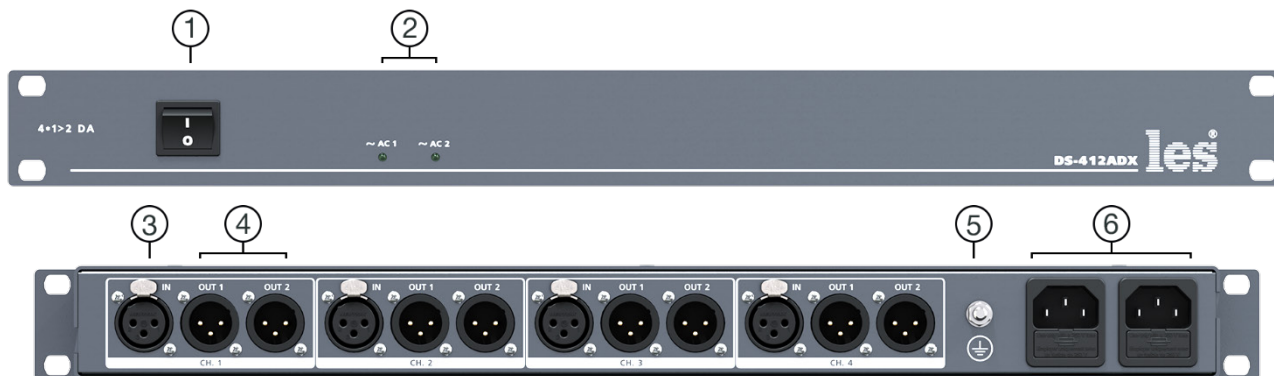

Рисунок 1
2. Подключите клемму заземления, расположенную на задней стенке, к общей шине заземления (рисунок 1, позиция 5).
5. Подключите шнуры питания к разъёмам IEC C14 (рисунок 1, позиция 6). Обратите внимание на то, что третий провод сетевого шнура используется для заземления корпуса (защитное заземление), которое рекомендуется делать единым для всего комплекса аппаратуры.
Земли входных и выходных разъёмов соединены вместе, присоединены к контакту PE блоков питания, корпусу прибора и клемме заземления (рисунок 1, позиция 5).